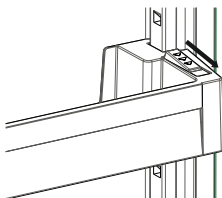

Fig. 1
**Pour changer la position du balconnet AdaptiLift,** tenez-le par le bas et tirez sur les boutons situés de chaque côté du balconnet dans le sens de la flèche (Fig. 1)